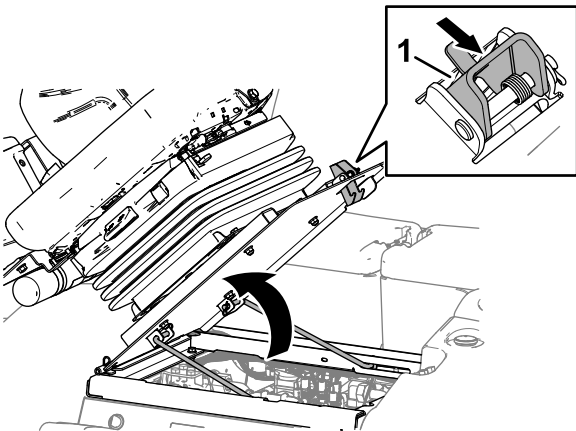

Bild 63
1. Schieben Sie die Sitzverriegelung nach außen (Bild 63).